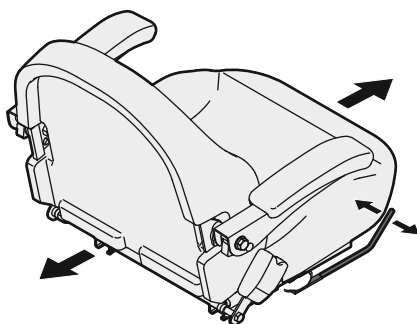

Figure 19
3. Relâchez le levier. Assurez-vous que le siège est bien dans la bonne position et bloqué avant d'utiliser l'appareil. Voir Figure 19.